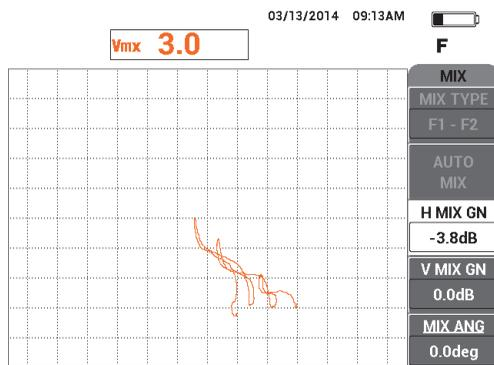

Рис. 5-110 Настройка значения Г МИКШ.УС
20. Дважды нажмите клавишу меню MAIN FILTER (✂) и уменьшите значение **Г МИКШ.УС** (клавиша D), так чтобы основная часть сигнала находилась между двумя горизонтальными делениями (см. Рис. 5-110 на стр. 218).